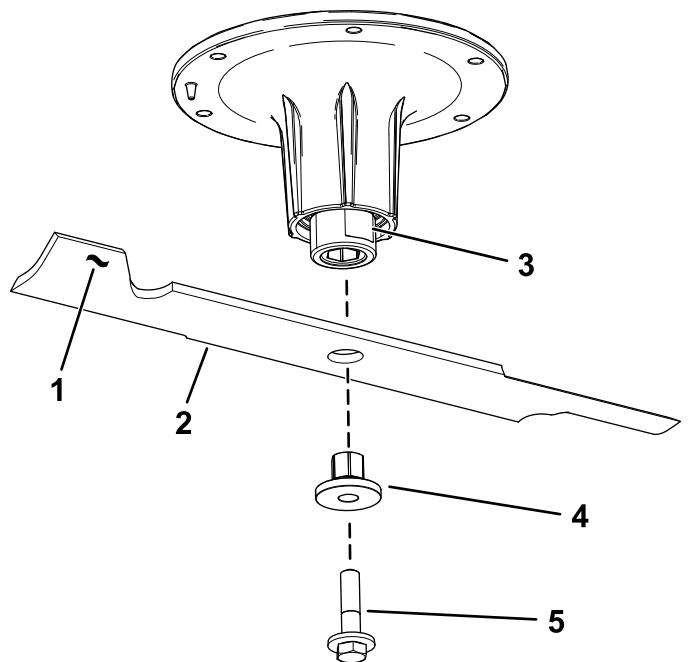

Figura 79
2. Îndepărtați urubul lamei, buca și lama de pe arborele axului (Figura 79).